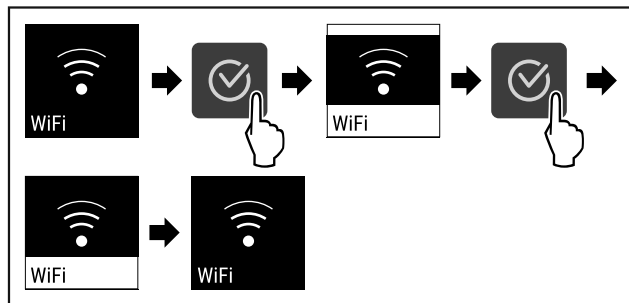

Fig. 76
- ▶ Vykonajte kroky akcie (pozri Fig. 76) .